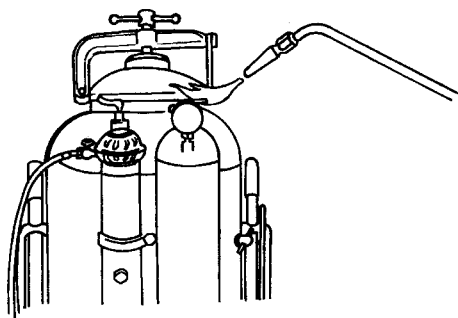

图 1-7
2) 检查乙炔发生器的密封性时,可涂刷肥皂水观察有无气泡产生,绝不可如图 1-7 所示用明火作试验。